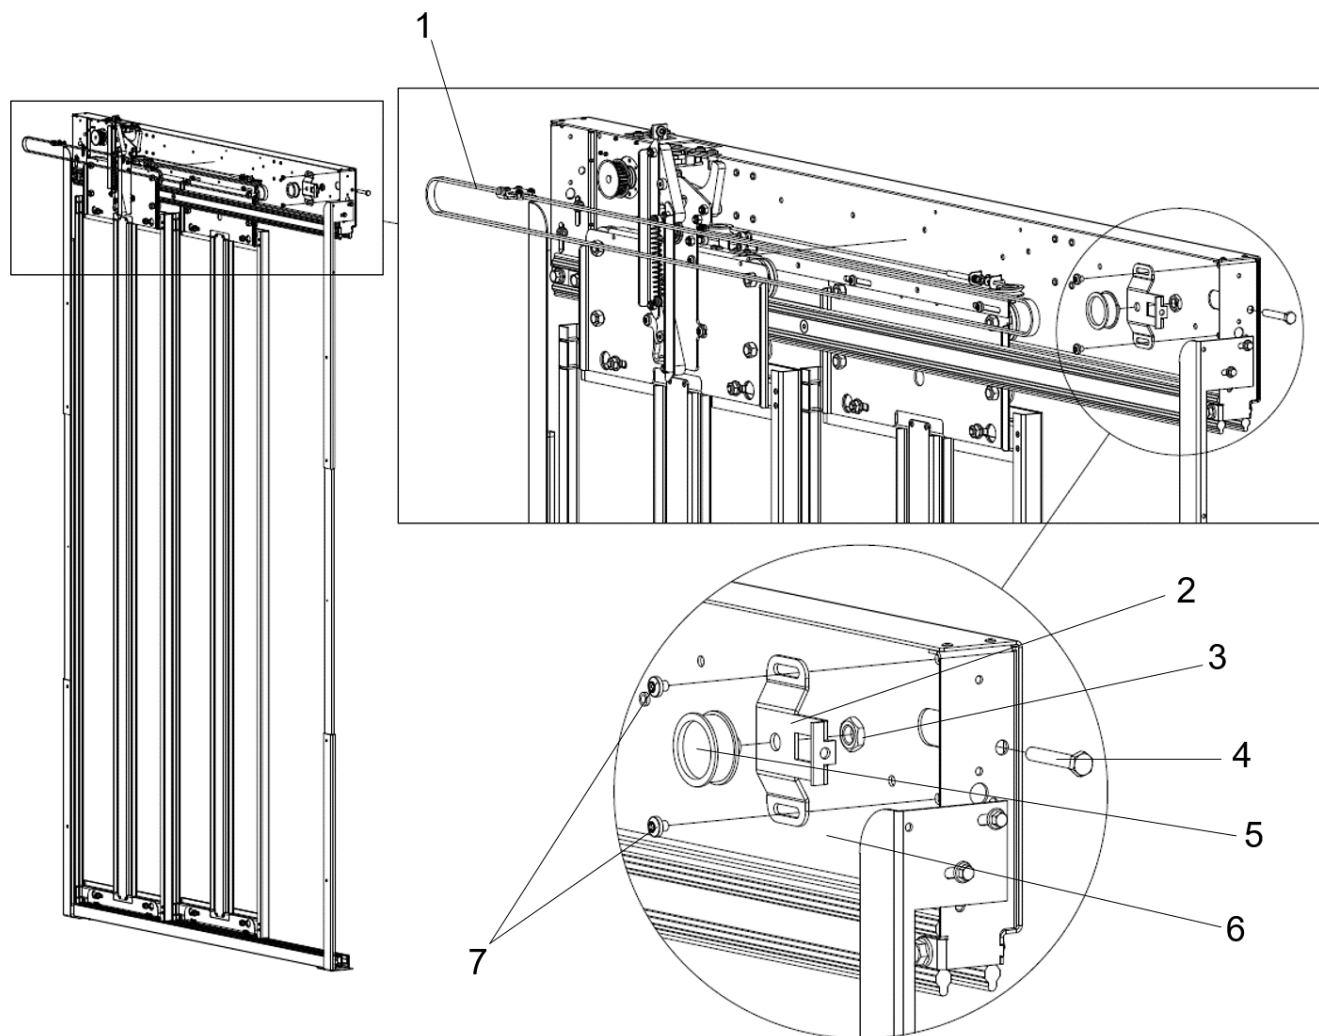

Fig. 47 Afmontering af remskive
1. Afmonter remmens (1) som beskrevet i punkt 7.—9. i afsnit 7.5.2 Rem (kun elevatorstoldør).
2. Løsn skruerne (7) og fjern befæstigelsespladen (2) fra elevatorstolens dørboks (6), se Fig. 47.
3. Fjern den møtrik (3), som holder medløberremskiven (5), fra bagsiden af befæstigelsespladen.
7. Genmonter remspændeskruen (4) og stram remmen. Se punkt 13.-17. i afsnit 7.5.2 Rem (kun elevatorstoldør) for yderligere information.